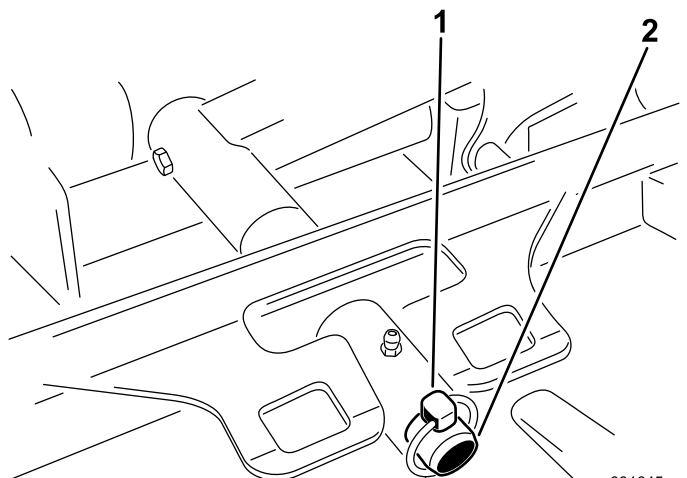

Figure 69
3. Retirez la goupille à anneau ou l'écrou de retenue qui fixe le bâti porteur de l'unité de coupe à l'axe de pivot du bras de levage (Figure 69).
3. Poussez le bâti porteur de l'unité de coupe sur la tige de pivot et fixez-le avec une goupille à anneau ou l'écrou de retenue (Figure 69).